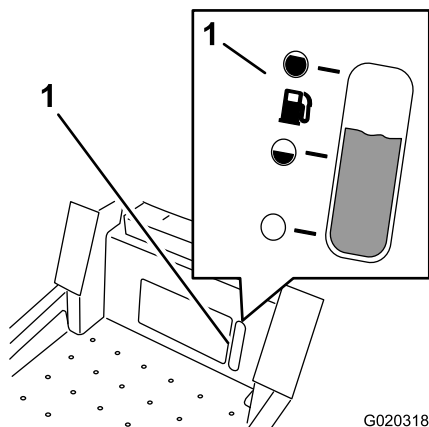

Figure 6
Le viseur de niveau, situé sous le poste de conduite, permet de vérifier le niveau d'essence dans le réservoir (Figure 6).
**Remarque:** Vous pouvez utiliser le regard situé sous le poste de conduite pour vérifier la présence d'essence avant de faire le plein (Figure 6).